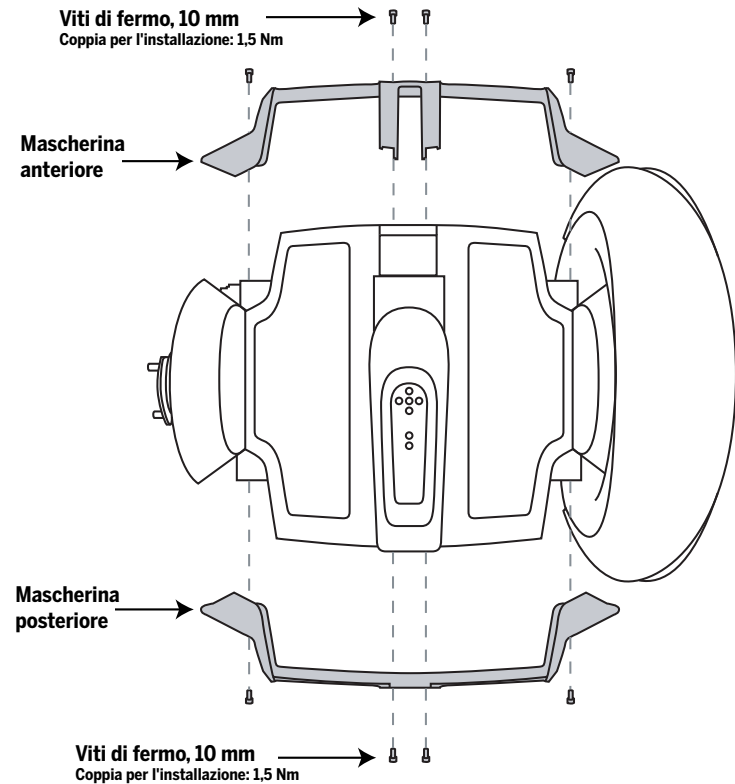

Figura 3. Rimozione o installazione della mascherina
7. Una volta tolti il parafango e la ruota, estrarre le (4) viti di fermo dalla mascherina, servendosi di una chiave a brugola esagonale da 4 mm. Vedere la Figura 3.
9. Per reinstallare la mascherina, chiudere a mano le (4) viti di fermo da 10 mm (incluse a questo kit) nella mascherina. Utilizzare una chiave a brugola esagonale da 4 mm ad una coppia di 1,5 Nm. Vedere la Figura 3.